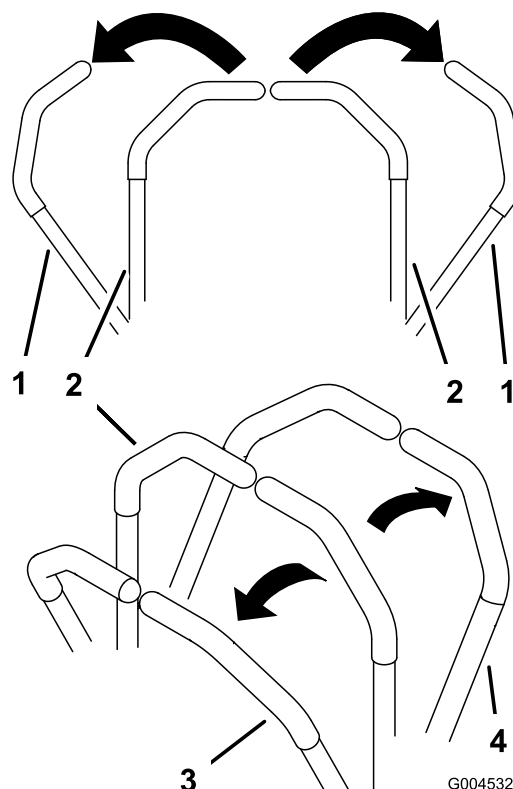

Figure 17
3. Pour vous déplacer en marche avant, poussez doucement les leviers de commande de déplacement vers l'avant (Figure 17).
Pour vous déplacer en ligne droite, appliquez une pression égale sur les deux leviers de déplacement (Figure 17).
Pour tourner, rapprochez du point mort le levier de commande correspondant à la direction que vous voulez prendre (Figure 17).
2. Pour vous déplacer en marche arrière, tirez doucement les leviers en arrière (Figure 17).
Pour tourner, relâchez le levier de commande correspondant à la direction que vous voulez prendre (Figure 17).